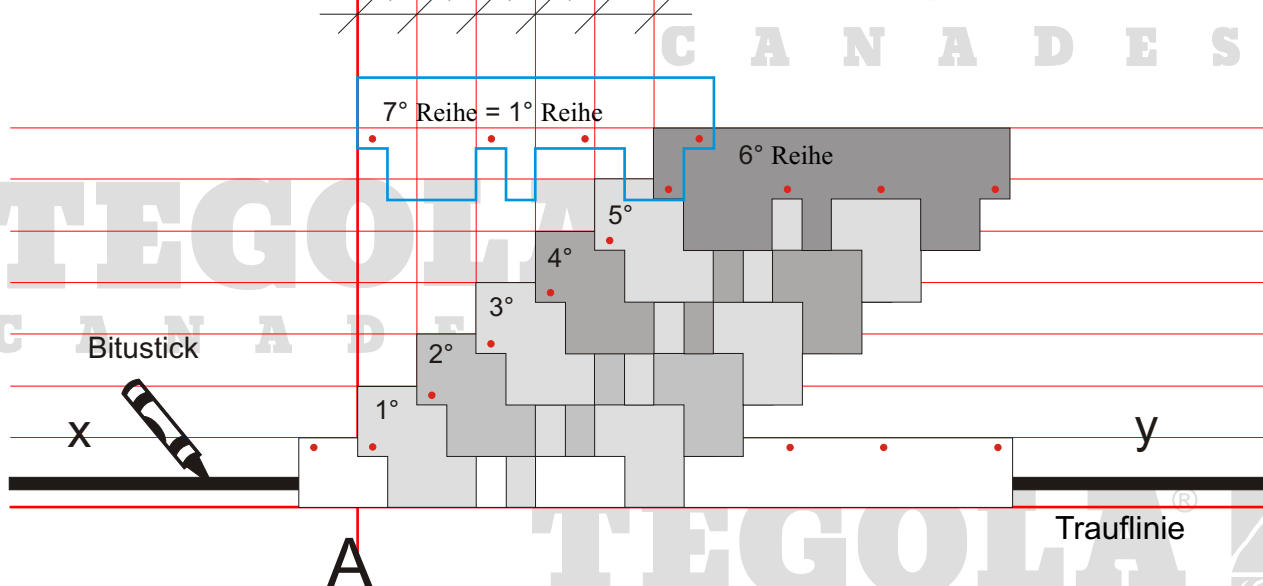

Abb. 4 - Versetzte Verlegung von 7 Schindeln
- Die erste Reihe der Schindeln wird an die Gerade AD ausgerichtet (Abb.4);